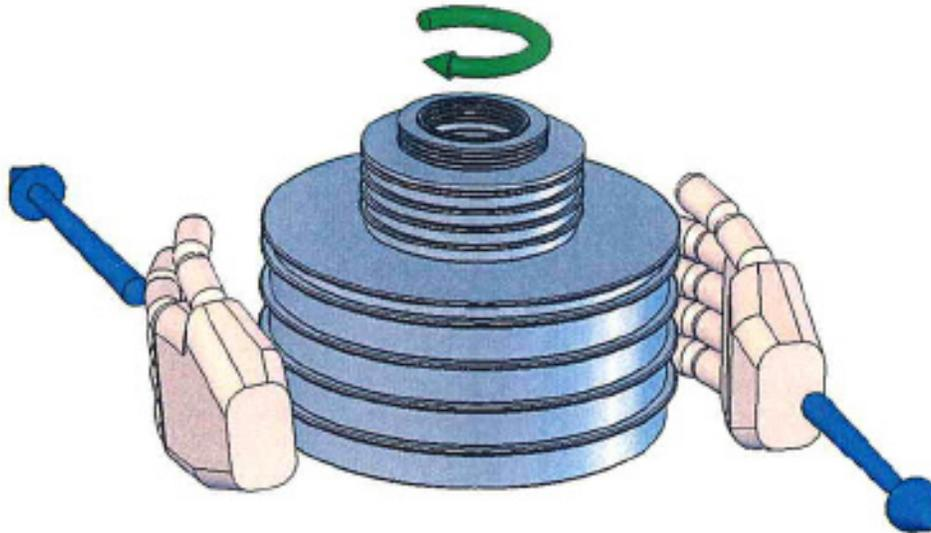

Figura 4-2. Rotação do peso
3. Gire cuidadosamente a pilha de pesos no sentido horário, de forma que esteja virando aproximadamente entre 10 e 60 rpm. Evite cargas laterais ao virar os pesos colocando as palmas das mãos em cada lado e “rolando” a pilha puxando-a em direções opostas, consulte Figura 4-2.